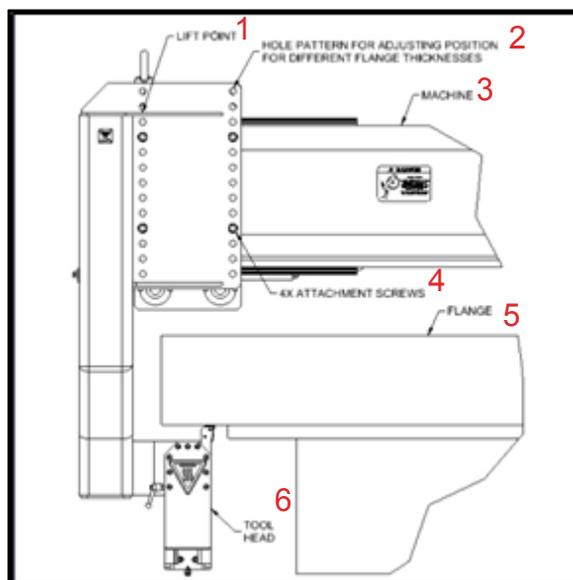

FIGURA 3-43. ACCESORIO DE REVESTIMIENTO TRASERO EN BRIDA
- Coloque el brazo de mecanizado en según el diámetro de la brida de la pieza de trabajo (véase Figura 3-43).